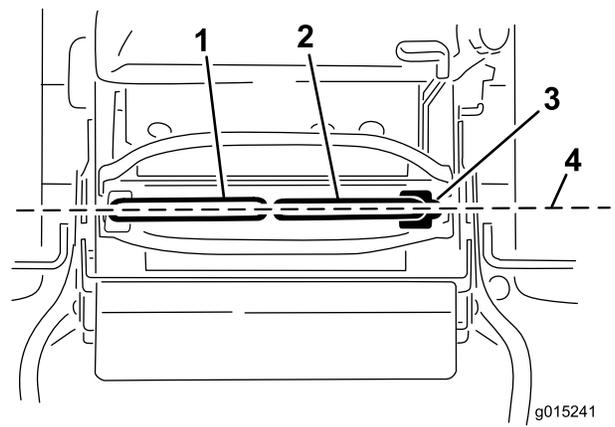

Figura 72
Importante: Compruebe el avance de la máquina después de ajustar las palancas de control de movimiento. Se utiliza el mismo procedimiento para ajustar la dirección y para alinear las palancas de control de movimiento hacia adelante-atrás (Figura 72).
1. Una vez ajustada la alineación horizontal, compruebe la alineación hacia adelante-atrás (Figura 72).